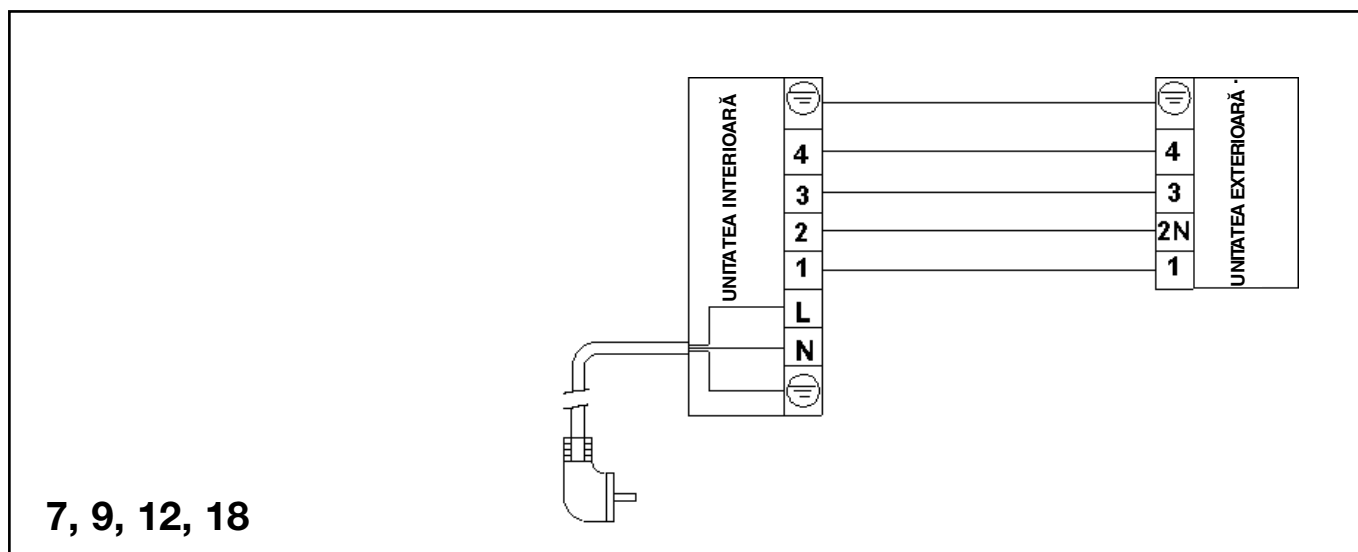

fig.17a
3. Conectați cablurile urmând indicațiile de pe borne (fig. 17a, 17b).
2. Conectați cablurile la panoul de borne urmând indicațiile de pe borne și de pe panoul de borne (fig. 17a, 17b).